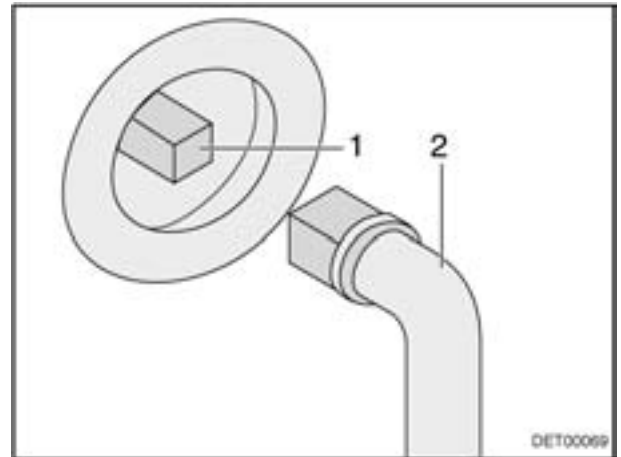

Bild 173 Abwasserhahn
- Schlüssel (Bild 173,2) auf Vierkant (Bild 173,1) stecken.